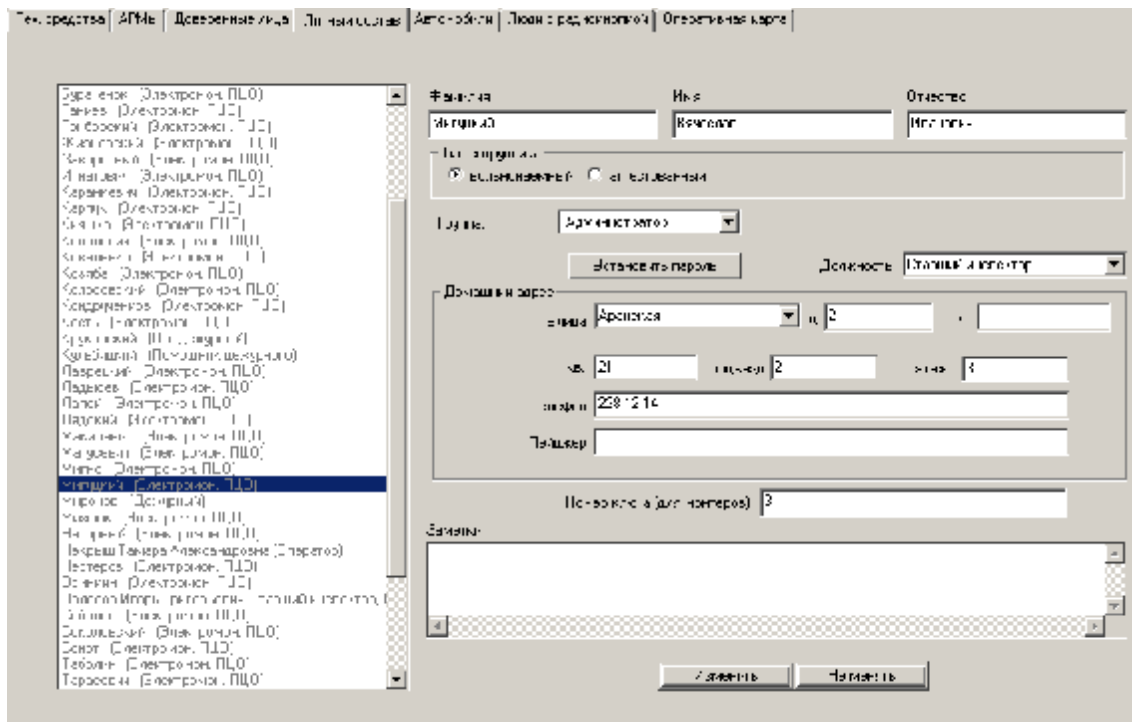

Рисунок 11
4.1.8 Войти в закладку «Личный состав». Добавление, редактирование и удаление данных по сотрудникам ПЦН выбирается соответствующими кнопками данного окна, рисунок 11. Ввести данные по сотрудникам ПЦН (аттестованным и вольнонаемным) с обязательным вводом пароля не менее 5 символов (группы прав пользователей при первом запуске «DI.EXE» не заполняются). Далее, необходимо завершить работу программы «DI.EXE», запустить программу Classifiers.exe, произвести инициализацию БД (меню «файл»), и вновь запустить программу «DI.EXE», где установить для каждого пользователя права доступа (группу).